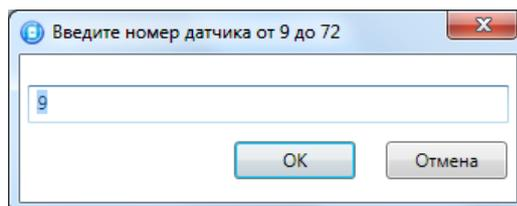

Рис. 6.1. Ввод номера радиоустройства
2. В открывшемся окне укажите номер радиоустройства из числа еще не занятых в нумерации шлейфов и радиоустройств (в диапазоне, указанном в заголовке окна) и нажмите кнопку *ОК* (Рис. 6.1).